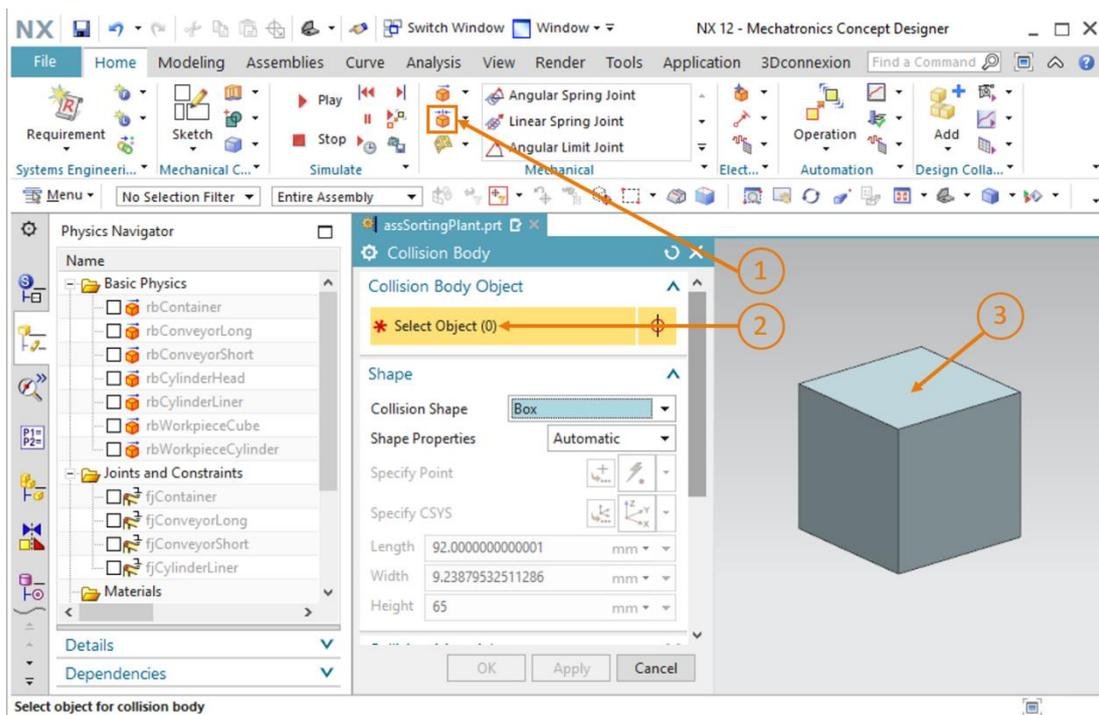

Figura 19: Creazione del corpo di collisione per workpieceCube - selezione degli oggetti di collisione
- Attivare il comando "**Collision Body**" (Corpo di collisione) nel gruppo di menu "Mechanical" (Meccanica) o con la funzione di ricerca comandi (vedi Figura 19, step 1). Si apre la finestra "Collision Body" (Corpo di collisione). Per prima cosa selezionare tutti gli oggetti che rappresenteranno il corpo di collisione, ad esempio diverse superfici di un corpo. Fare clic sul pulsante "**Select Object**" (Seleziona oggetto) della scheda "Collision Body Object" (Oggetto corpo di collisione) come indicato nella Figura 19, step 2. Spostarsi nella prima superficie del corpo all'interno dell'area tridimensionale (vedi Figura 19, step 3).